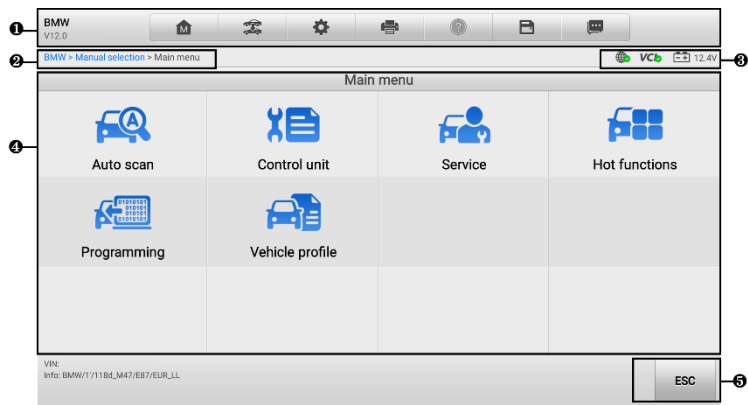

Figura 4-5 Tela do Menu Principal
A tela do Menu Principal (veja Figura 4-5 Tela do Menu Principal) permite que os usuários leiam códigos, apaguem códigos ou realizem funções abrangentes de diagnóstico automotivo, entre outras ações. Após a seleção da função, o tablet estabelecerá comunicação com o veículo através do dispositivo VCI e acessará o menu de funções ou o menu de seleção correspondente, de acordo com a sua escolha.
1. Toque no botão do aplicativo **Diagnóstico** no Menu de Tarefas do MaxiSys. Selecione as informações do veículo correspondentes e acesse a tela do Menu Principal. (**Consulte** Figura 4-5 Tela do Menu Principal.)